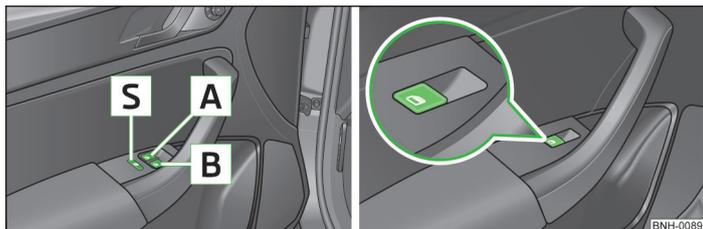

Fig. 17 Touches dans la porte du conducteur/dans les portes AR
- Si des enfants sont assis sur les sièges arrière, nous vous recommandons de neutraliser les lève-vitres électriques des portières arrière (touche de sécurité  » fig. 17.
Vous pouvez mettre les touches des lève-vitre des portières arrière hors fonction en appuyant sur la touche de sécurité **S** » fig. 17. Vous pouvez remettre les touches des lève-vitre des portières arrière en fonction en appuyant de nouveau sur la touche de sécurité **S**.